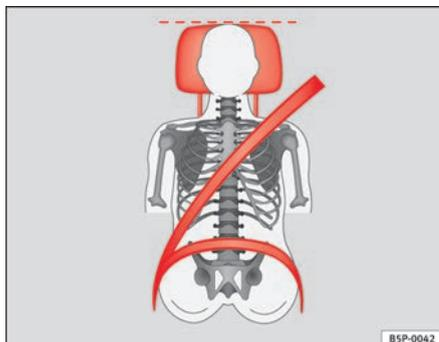
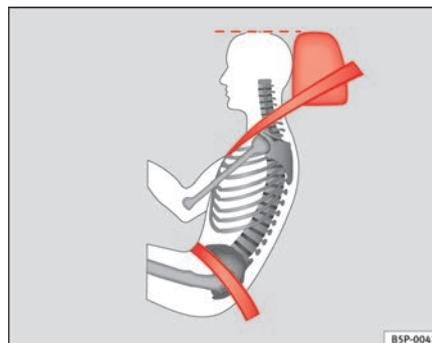

Fig. 72 Vue de face : appuie-tête convenablement réglé et ceinture correctement ajustée
Fig. 73 Vue de côté : appuie-tête convenablement réglé et ceinture correctement ajustée
- Ajustez l'appuie-tête de sorte que le bord supérieur de celui-ci soit à la même hauteur que la partie supérieure de la tête, et au minimum à la hauteur des yeux ⇒ fig. 72 et ⇒ fig. 73.